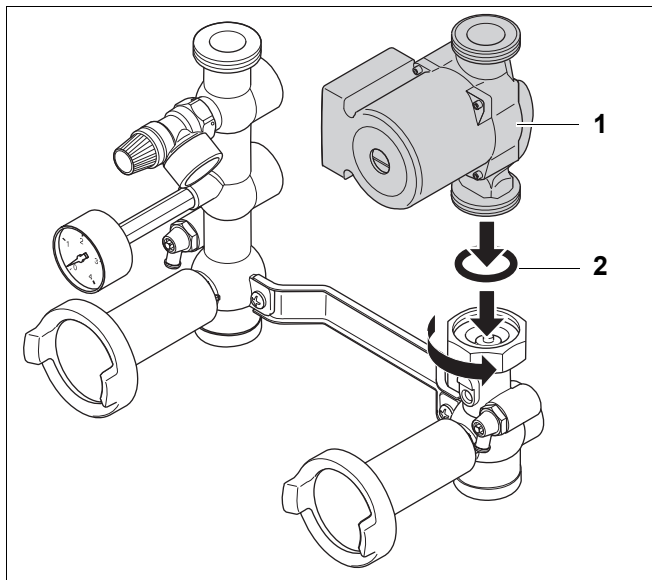

Рис. 8 Сборка насоса
- После этого снова установите плоскую резиновую прокладку (рис. 8, поз. 2) и соберите насос (рис. 8, поз. 1).